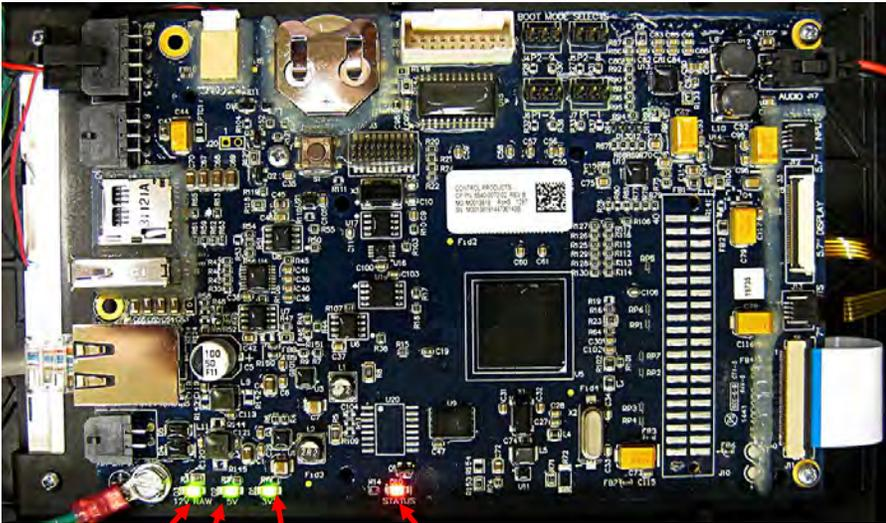

Figure 7
Pour vérifier que le FQ4000 est sous tension et que l'écran tactile est fonctionnel, retirez les 2 vis qui fixent le contrôleur au cadre. Abaissez le contrôleur pour voir les DEL sur la lecture de la carte contrôleur. Vérifier que les trois (3) DEL vertes s'allument pour indiquer que l'alimentation 3V, 5V et 12V est présente sur le contrôleur. Celles-ci doivent être allumées en permanence. Appuyer n'importe où sur l'avant de l'écran tactile pour allumer la DEL rouge STATUT (voir Figure 7). La DEL rouge s'allume également momentanément pendant la mise sous tension.